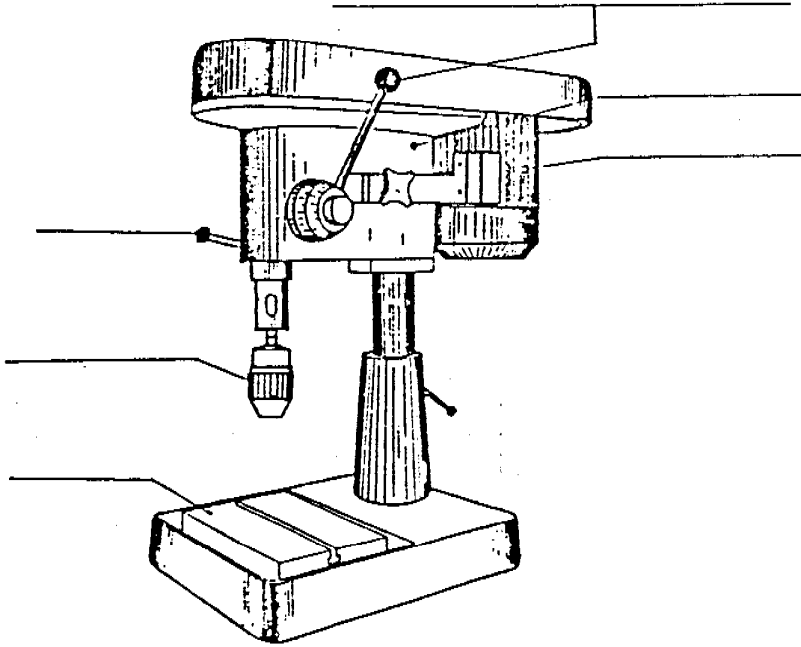

Fig. 9-12
1. Escribir sobre las líneas de la fig. 9.12, el nombre de la partes que indican.